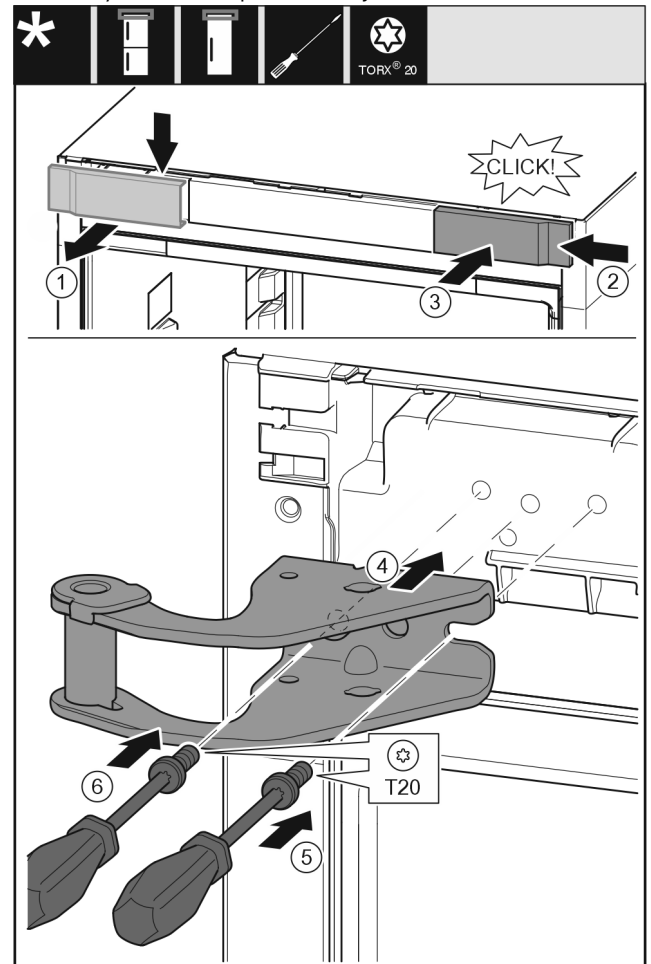

Fig. 14
- ▶ Retire la tapa desde la parte superior hacia el frente. Fig. 14 (1)
- ▶ Enganche por la derecha la cubierta girada 180° en el otro lado. Fig. 14 (2)
- ▶ Encaje la cubierta. Fig. 14 (3)
- ▶ Coloque el soporte de cojinete superior. Fig. 14 (4)
- ▶ Coloque y apriete el tornillo con el destornillador T20. Fig. 14 (5)
- Coloque y apriete el tornillo con el destornillador T20. Fig. 14 (6)